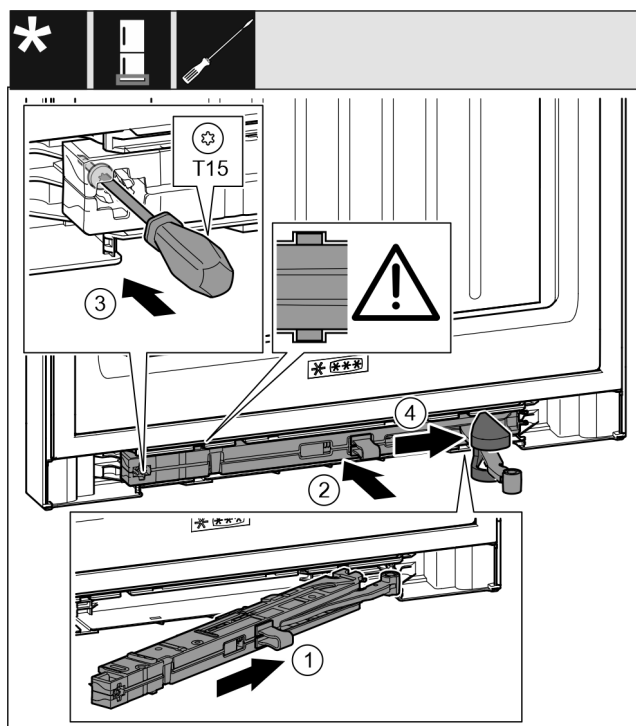

Fig. 57
- ▶ Schließdämpfereinheit Fig. 57 (1) auf der Lagerbockseite bis zum Anschlag schräg in die Aussparung einschieben.
- ▶ Schließdämpfereinheit Fig. 57 (2) vollständig in Aussparung schieben.
- ▶ Schraube Fig. 57 (3) mit einem Schraubendreher fest-schrauben.
- ▶ Abdeckung Fig. 57 (4) über Gelenk schieben.